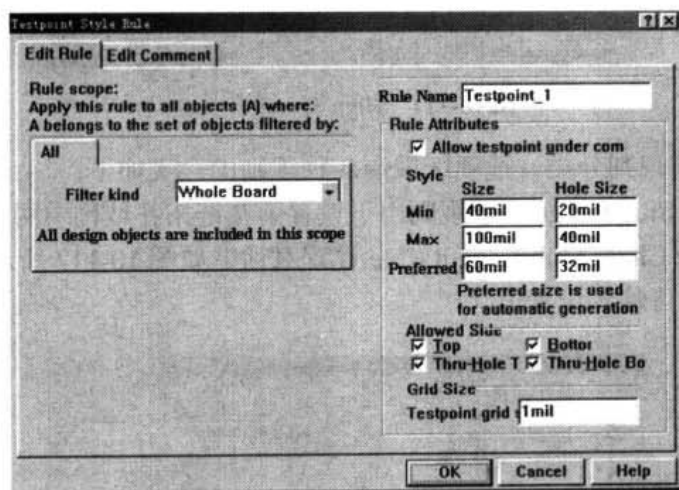

图 10-109 Testpoint Style Rule (测试点参数) 设置对话框
- Testpoint Style: 测试点参数。该规则用于设置可作为测试点的焊盘和过孔的物理参数, 适用于确定测试点、自动布线和在线 DRC 检查过程。其测试点设置对话框, 如图 10-109 所示。需要设置的参数有 3 项: Style (样式), 包括 Size (测试点尺寸)、Hole Size (孔径尺寸)、Allowed Side (适用层面) 和 Grid Size (栅格尺寸); 测试点尺寸; 孔径尺寸, 需要设置其 Max (最大值)、Min (最小值) 和 Preferred (首选值)。